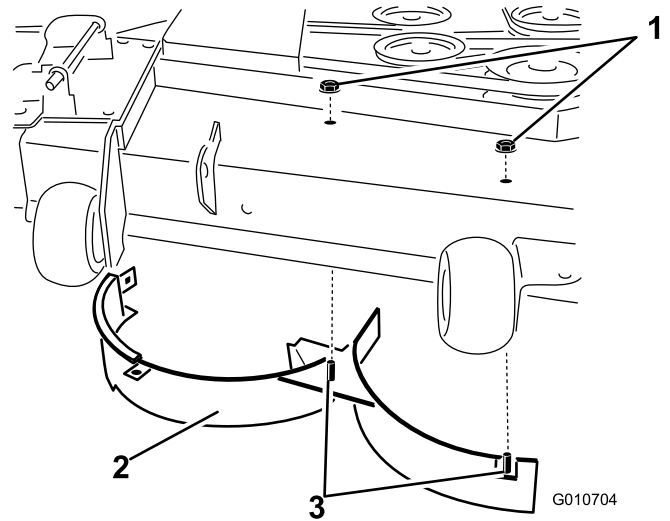

Figura 3
9. Instale el deflector derecho en la plataforma de corte según se muestra en Figura 3. Utilice dos contratuercas (5/16 pulgada) para sujetar las clavijas soldadas del deflector derecho a la parte superior de la plataforma de corte en las posiciones centro y centro derecha. Apriete las fijaciones a mano.